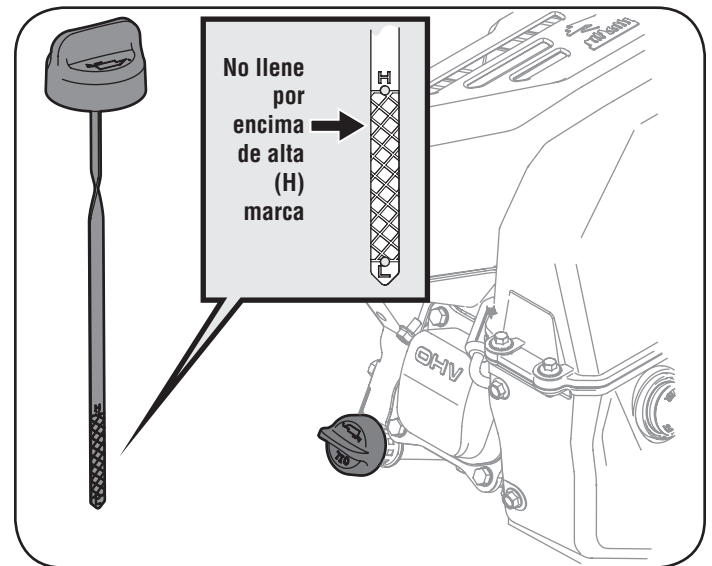

Figura 17
- Retire el tapón de llenado de aceite. Si el nivel está bajo, agregue aceite lentamente hasta registros de nivel del aceite entre alto (H) y bajo (L). Vea la Figura 17.